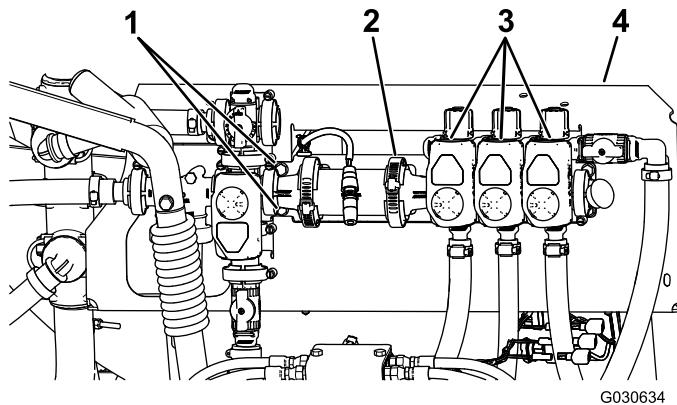

Figure 4
- Desserrez, mais ne retirez pas, les boulons qui fixent le bloc de vannes sur le support (Figure 4).
- Desserrez le collier de serrage existant qui fixe la vanne KZ au bloc de vannes de rampes (Figure 4).